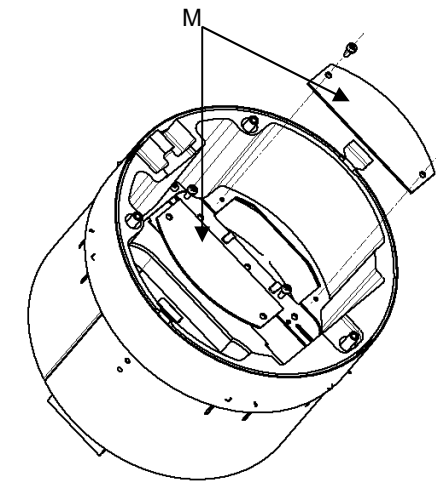

Fig. 6
9. Se envían dos placas de cubierta ciegas (M) con el accesorio. Instale ambas placas de cubierta ciegas (M) en el accesorio de servicio, vea la Fig. 6. Apriete los tornillos a 6-10 pulg-lbs (0,7-1,1 Nm). **Ambas placas ciegas (M) deben instalarse para mantener la clasificación UL.**